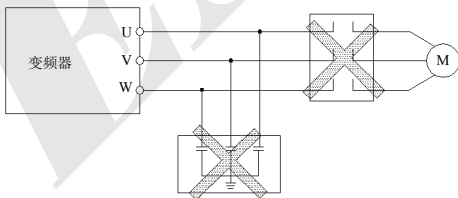

图 3-3 变频器与电机之间禁止使用接触器和吸收电容
- (1) 接线前，确保已完全切断电源 10 分钟以上，否则有触电危险。
- (2) 严禁将电源线与变频器的输出端 U、V、W 连接。
- (3) 变频器本身机内存在漏电流，中大功率变频器整机的漏电流大于 5mA，为保证安全，变频器和电机必须安全接地，接地线一般线径为 3.5mm² 以上铜线，接地电阻小于 10Ω。
- (4) 变频器出厂前已通过耐压试验，用户不可再对变频器进行耐压试验。
- (5) 变频器与电机之间不可加装电磁接触器和吸收电容或其它阻容吸收装置，如图 3-3。
- (6) 为提供输入侧过电流保护和停电维护的方便，变频器应通过中间继电器与电源相连。
- (7) 继电器输入及输出回路的接线 (X1~X5、OC、FWD、REV)，应选用 0.75mm² 以上的绞合线或屏蔽线，屏蔽层一端悬空另一端与变频器的接地端子  相连，接线长度小于 20m。